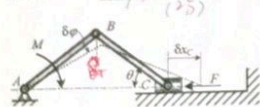

图 6
8、(本题 4 分) 如图 6 所示的曲柄连杆机构, 杆件 AB, BC 长均为 l , 在 C 处作用水平力 F , 在杆 AB 上作用驱动力偶 M 。当 $\theta = 45^\circ$ 时机构平衡, 设滑块 C 与水平面间为光滑接触。